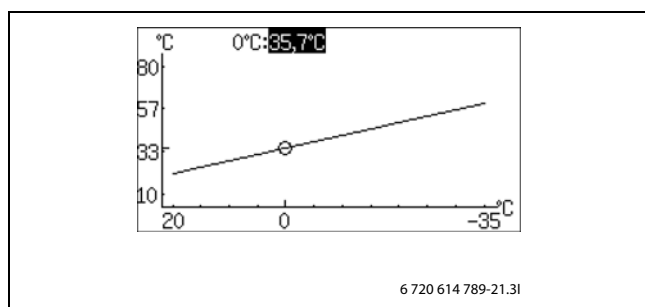

Bild 60
- Vrid ratten när fyrkanten är markerad tills 0 °C är markerad (→ Bild 60).